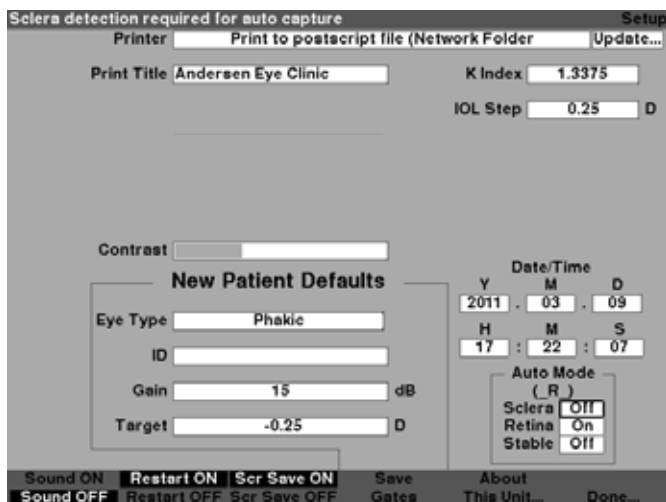

Figura 5-68 Esclerótica del modo automático seleccionada
1. En la pantalla Setup (Configuración), gire el control giratorio para seleccionar el campo Sclera (Esclerótica) del modo automático, indicado con un borde negro continuo, como se muestra en la Figura 5-68.